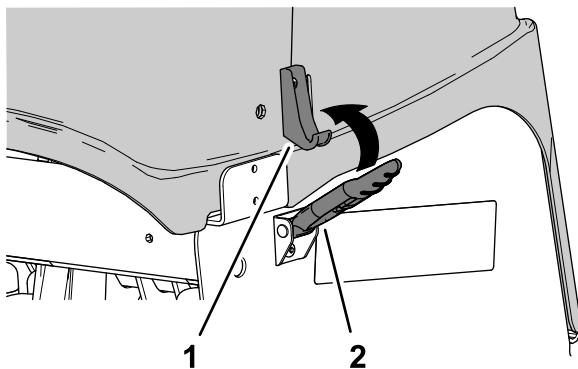

図 153
2. ラッチ全部で 4 つを掛けてカバーを固定する 図 153。